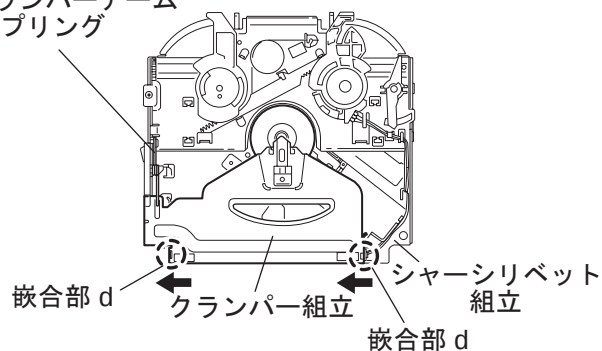

図 9
3.2.5 クランパー組立の外し方 (図 9, 10 参照)